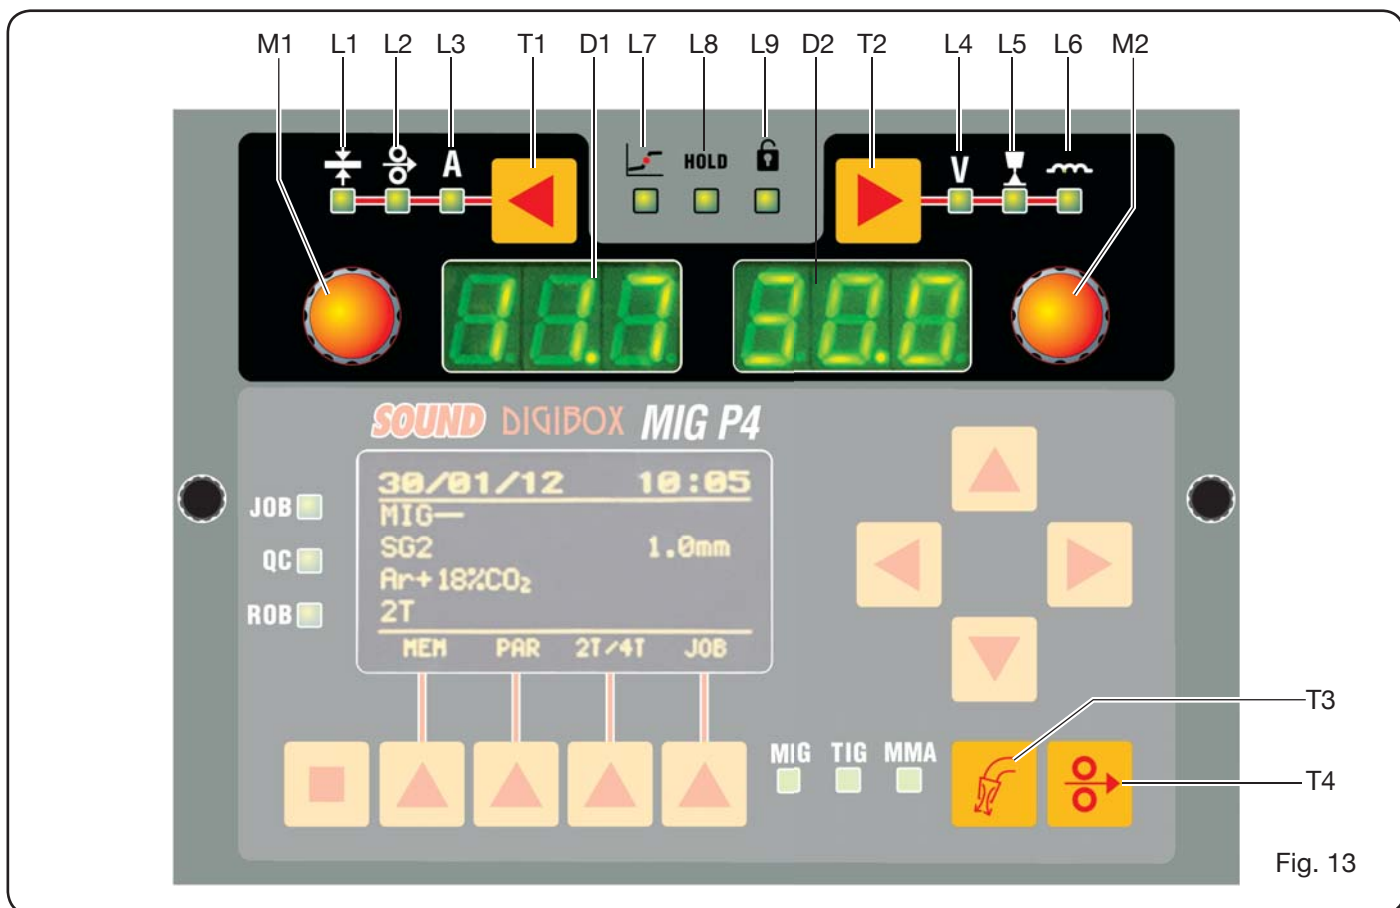
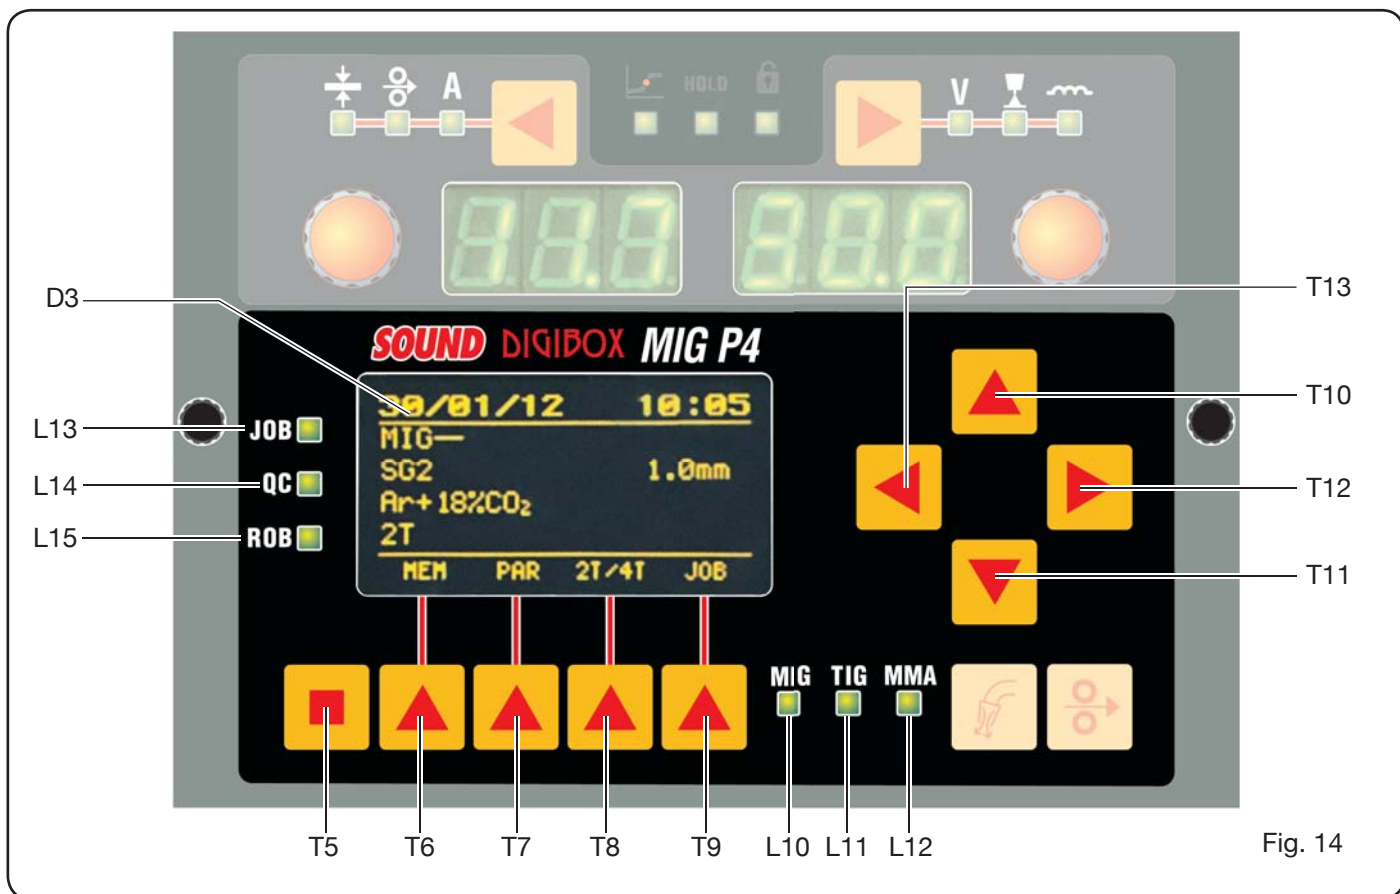

Fig. 13
Fig. 14
Styrepanelet udgøres af et **kontrolområde** (Fig. 13) og et **indstillingsområde** (Fig. 14).
6.1 KONTROLPANEL (FIG. 13).
6.2 INDSTILLINGSPANEL (FIG. 14).